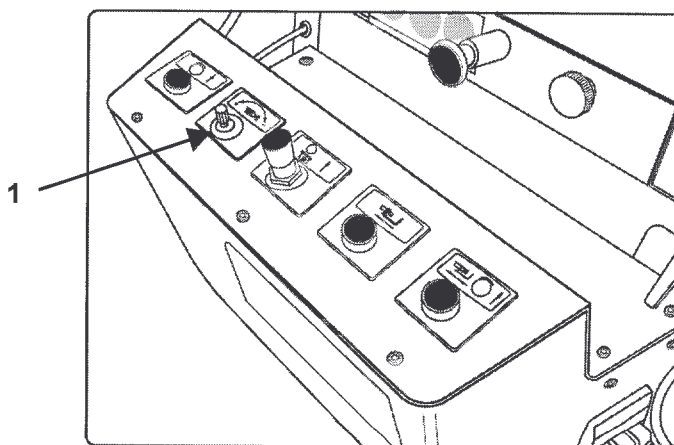

Fig. 09-06
9.5 REGOLAZIONE FLUSSO DI LUBRIFICAZIONE LAMA (Fig. 09-06)